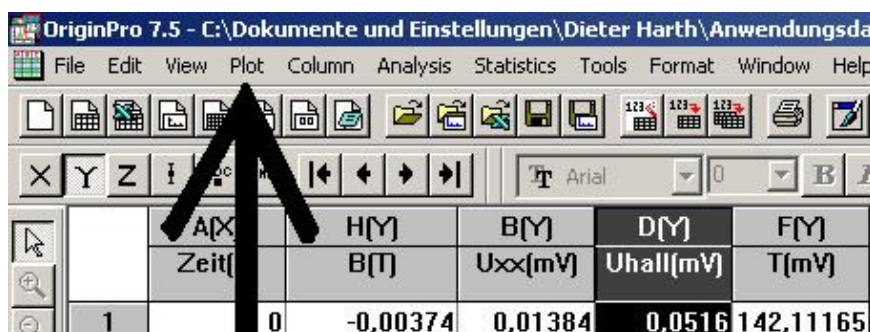

Abb.3: Graphische Darstellung eines Datensatzes.
Der Datensatz enthält unter Umständen Spalten, die keine Daten enthalten („Marker“). Diese können entfernt werden, um die Übersichtlichkeit zu erhöhen (Menu über rechte Maustaste). Um z.B. die Hallspannung über das Magnetfeld B aufzutragen, muss die Spalte mit dem Magnetfeld (X-Achse) links von der Spalte mit der Hallspannung (Y-Achse) stehen. Es ist darauf zu achten, dass der B-Spalte der Rang einer Abszisse (X) zugewiesen wird. Eine graphische Darstellung erhält man, indem man die aufzutragende Spalte (hier: Hallspannung) durch Anklicken des grauen Spaltenkopfes markiert und dann über den Menüpunkt Plot die entsprechende Darstellungsform (z.B. Standard: Line) wählt (siehe Abb.3). Origin wählt als Abszisse für den Plot immer die rechts am nächsten stehende X-Spalte. Ist keine X-Spalte definiert, werden die Messgrößen über die Zeilennummer aufgetragen.